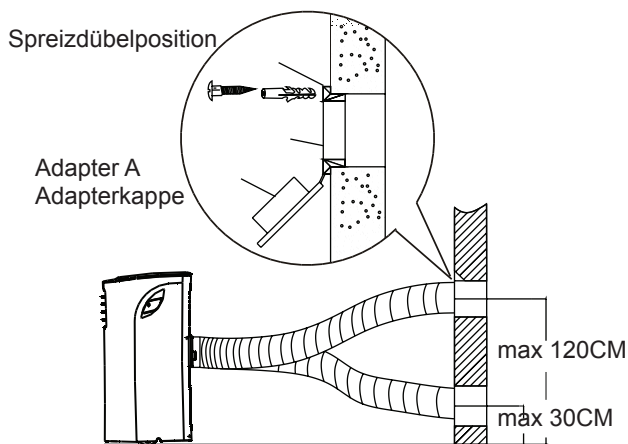

Abb.19
1. Bereiten Sie ein Loch in der Wand vor. Installieren Sie den Wandabluftheadapter A an die Wand (außen) unter Verwendung von 4 Dübeln und Holzschrauben, und achten Sie darauf, diese gründlich zu festigen. (Siehe Abb.19)